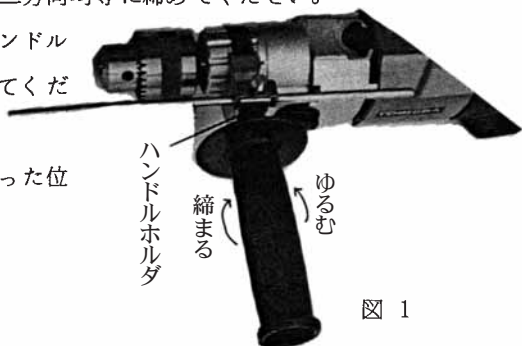

図 1
- サイドハンドルは、図1のようにハンドルホルダにねじ込みしっかり締め付けてください。